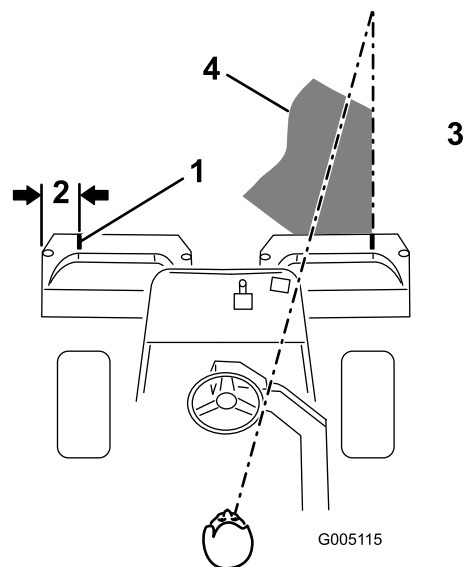
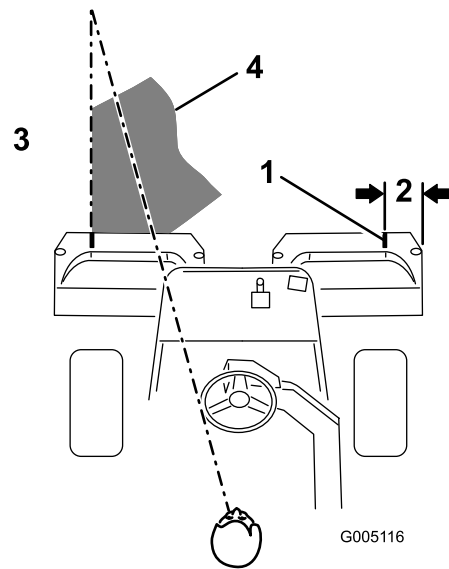

Figure 29
Figure 30
2. Placez une bande de papier blanc ou un trait de peinture sur chaque bac parallèlement à son bord extérieur (Figure 29).
Remarque: Pour vous aider à conserver une ligne droite en travers du green et à maintenir la machine à égale distance du bord de la passe précédente, établissez une ligne de vision imaginaire à environ 1,8 à 3 m en avant de la machine jusqu'au bord de la partie non coupée du green (Figure 29 et Figure 30). Certaines personnes trouvent utile de faire passer la ligne de vision par le bord extérieur du volant, c.-à-d. de maintenir le bord du volant aligné avec un point se trouvant toujours à la même distance par rapport à l'avant de la machine.